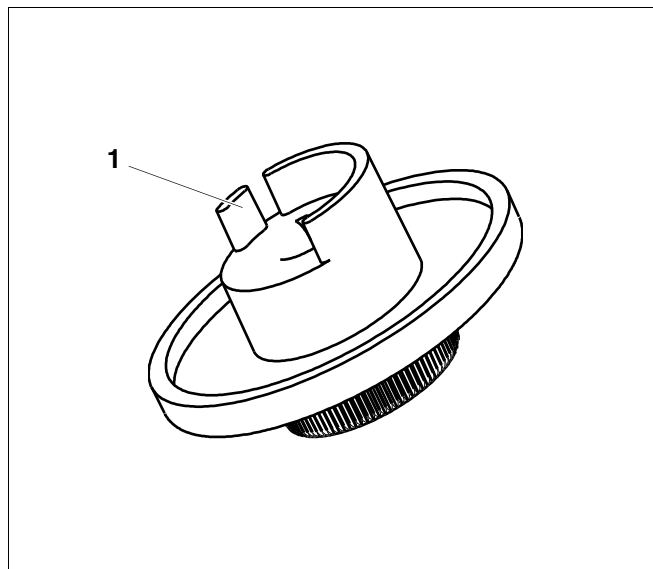

fig. 4 Botão de ajuste
- Desactivar o came de retenção (→ fig. 4, [1]).